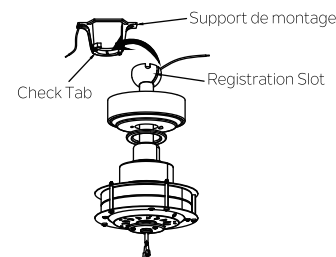

Fig. 9
Étape 5. Soulevez le moteur pour le mettre en position d'installation et placez la boule de suspension dans le support de montage. Tournez jusqu'à ce que Check Tab se trouve dans Registration Slot et qu'il soit bien logé. (Fig. 9) Le moteur entier ne doit tourner ni à gauche ni à droite lorsqu'il est installé correctement.